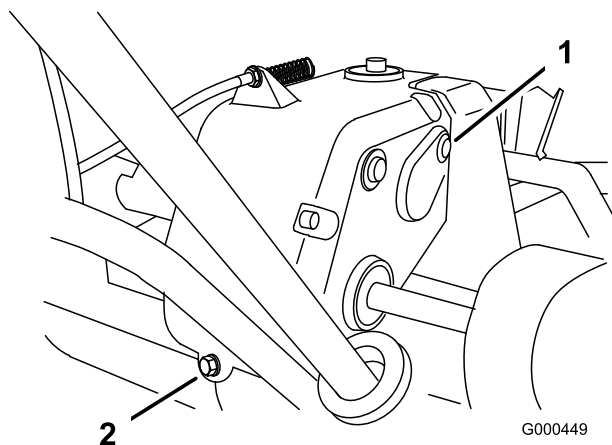

Figura 28
- Togliete il tappo di spurgo dal retro della trasmissione (Figura 28).
3. Premete la stegola e inclinate indietro la macchina. Togliete il tappo di controllo e riempimento dal lato destro della trasmissione (Figura 28).